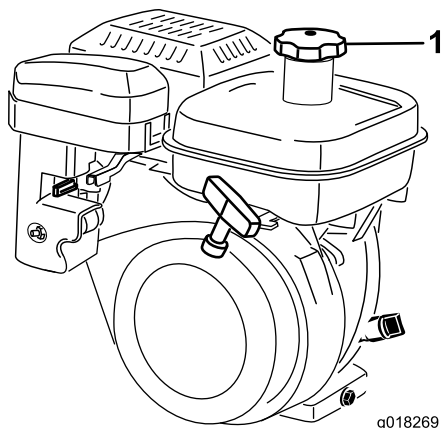

図 22
1. 燃料キャップ（図 22）の周囲をきれいに拭いてからキャップを外す。無鉛ガソリンをフィルタスクリーンの下まで給油する。入れすぎないこと。